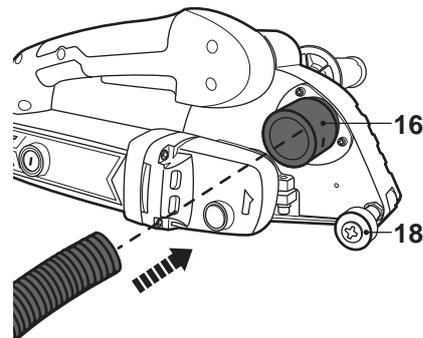

Fig. 7
- > Fixez un appareil d'évacuation des poussières adapté, par ex. un aspirateur adapté, sur la sortie d'évacuation des poussières [16] (Fig. 7).